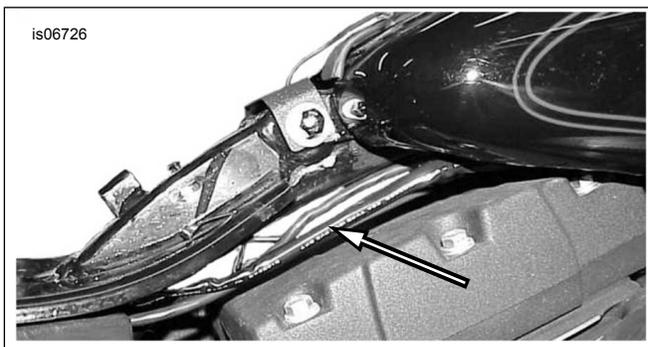

Abbildung 31. Senderkabelverlegung zum Scheinwerfer (Dyna)
1. Siehe Abbildung 31. Das verbleibende Senderkabel (weiß) und den Kabelkanal mit Kabelbindern aus dem Satz an den Fahrzeugkabeln zum Scheinwerfer befestigen. Den Kraftstofftank anheben. Die Kabel unter dem Tank hindurch zum Scheinwerfer verlegen.